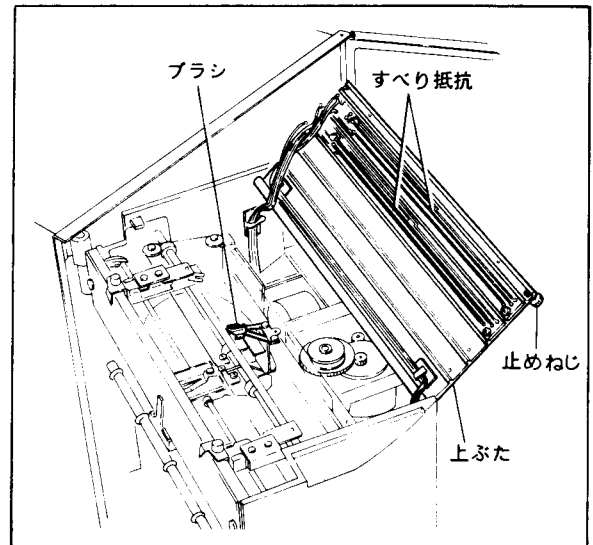

図12-3 すべり抵抗の掃除
- (1) 扉を開き、必ずSUPPLYスイッチをOFFにして、内器を引き出します。
- (2) 内器上ぶたの止めねじ2本を緩めて、上ぶたを開きます(図12-3)。
- (3) 付属のクリーニングクロスで、すべり抵抗を軽くみがくように掃除します。すべり抵抗の表面はなめらかなプラスチックで被覆してあります。強くこすって傷つけないように注意してください。
- (4) ブラシはピンセットの先が直接触れないようにして、ほこりを取ります。この時、ブラシを傷つけたり、変形しないようにし、またバネ圧力が変化するような力を加えないでください。
- (5) すべり抵抗やブラシに繊維くずが付着していないことを確認してから、上ぶたをもとに戻し、止めねじを締めます。